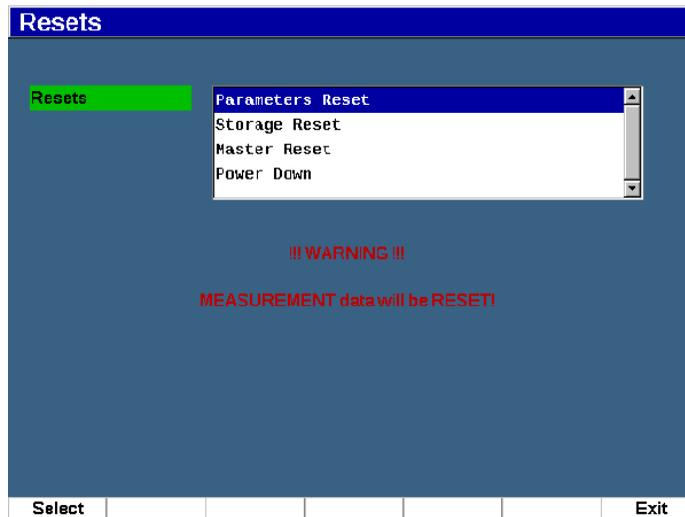

Figura 3-21 La pagina di Reinizializzazione
1. Selezionare **Gestis.** > **Reiniz.** per visualizzare la pagina **Reiniz.** (vedere Figura 3-21 a pagina 95).